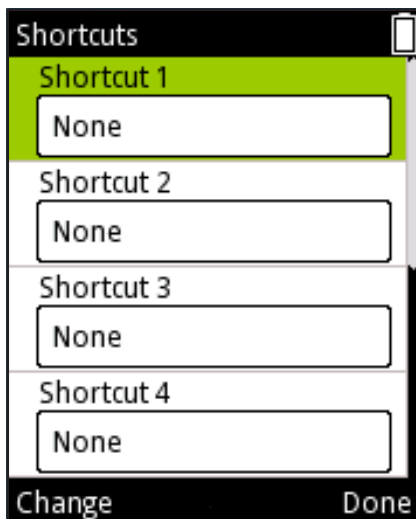

図 D43
3. 4つのアイコンショートカットスロットのリストが表示されます(図 D43)。